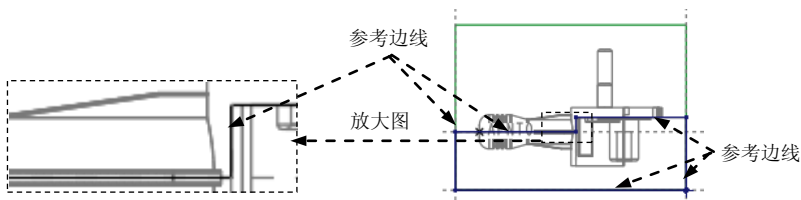

图 10.32 截面草图
(3) 绘制截面草图。进入草绘环境后，选取图 10.32 所示的坯料边线为参考；然后单击 **关闭(C)** 按钮，绘制图 10.32 所示的截面草图，完成截面的绘制后，单击“草绘”操控板中的“确定”按钮 **✓**。